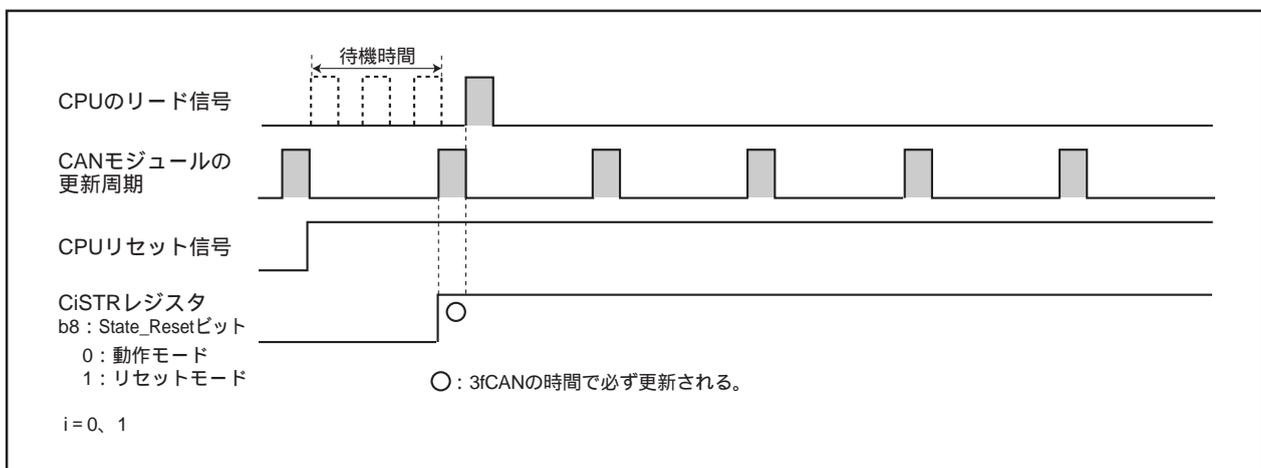

図23.6 CPUの読み出し前に3fCAN分待機した場合
- ・CPUがCiSTRレジスタを読み出す前に、3fCAN以上(「表23.2 CANモジュールステータス更新周期」参照)の待機時間を持たせる(「図23.6 CPUの読み出し前に3fCAN分待機した場合」参照)。